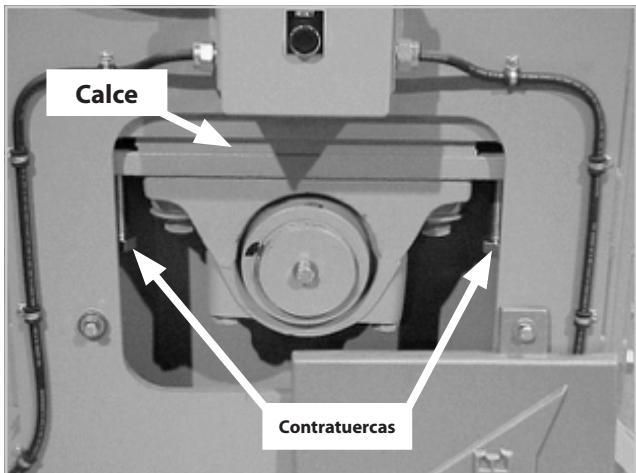

Figura 70
- Paso 3. Apriete las contratuerzas para crear una separación por debajo de la plancha de montaje de los cojinetes (figura 70).
- Paso 4. Retire o agregue calzas según sea necesario (figura 70).